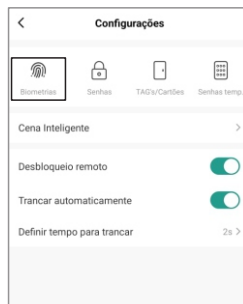

Figura 18
3. Em seguida, selecione a opção **"Biometrias"** (figura 18).